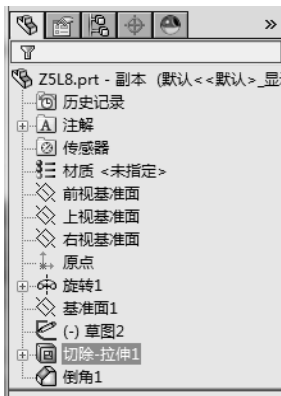

图 5-37 单击切除-拉伸特征
- [2] 在 FeatureManager 设计树中单击切除-拉伸 1 特征,如图 5-37 所示。